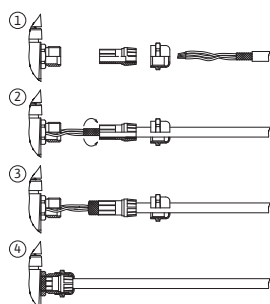

Fig. 25: Schermklem
Het scherm wordt via de kabeldoorgang met de elektronicamodule verbonden. Zie Fig. 25.
De kabel van de digitale ingang, analoge ingangen en buscommunicatie moeten via de meta-len kabelschroefverbinding van de kabeldoorgang (Fig. 19, pos. 4, 5 en 6) zijn afgeschermd. Zie voor afscherming Fig. 25.